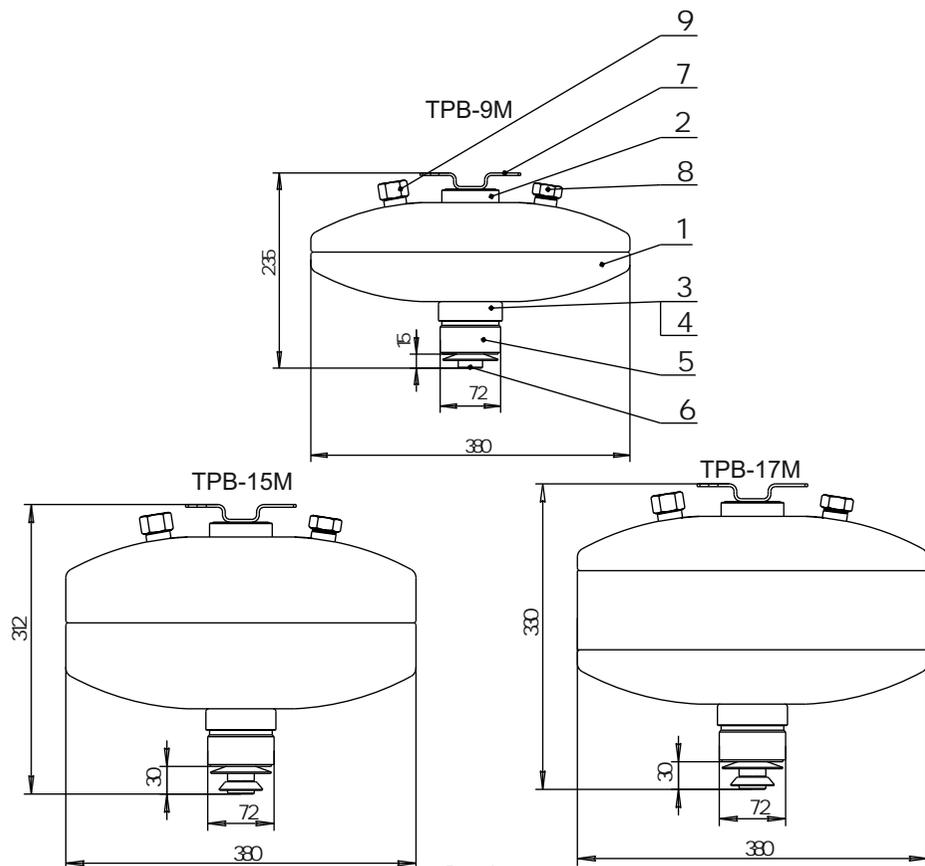

Рис. 2
- ставить модуль на стакан (Рис.2, поз.5);